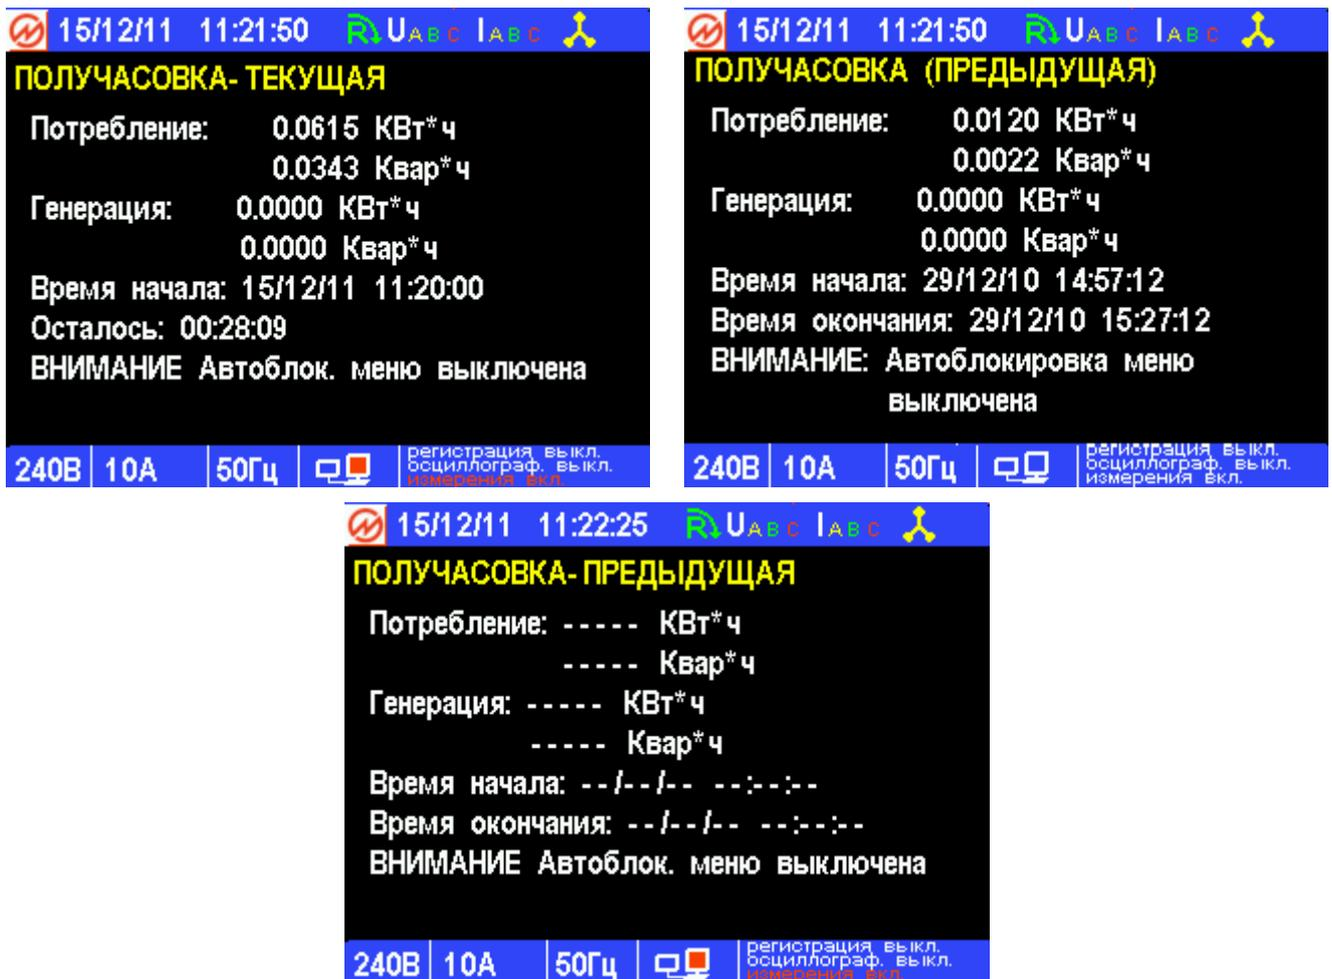

Рис. 4.16. Экран режима измерений получасовых значений энергии
- измерение энергии в режиме получасовок (текущие) (рис. 4.16);
- измерение энергии в режиме получасовок (предыдущие) (рис. 4.16).
На экране измерения получасовых значений энергии (текущих) (рис. 4.16) отображаются:
На экране измерения получасовых значений энергии (предыдущих) (рис. 4.16) отображаются:
До окончания первой текущей получасовки на экране «Получасовка (предыдущая)» вместо значений отображаются прочерки (рис. 4.16).